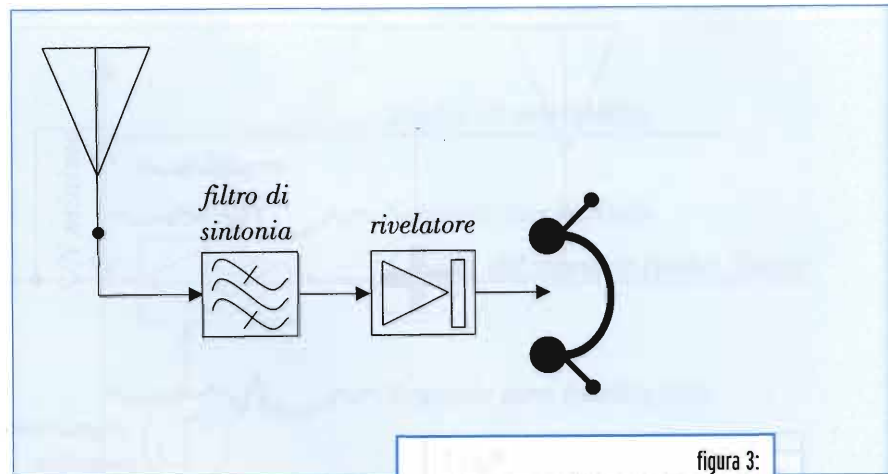

figura 3:
- ricevitori a rivelazione diretta (figura 3), nei quali la radio-frequenza viene filtrata e quindi rivelata, con o senza l'interposizione di un'amplificazione intermedia; di solito sono molto semplici, ma salvo casi particolari non consentono di ottenere prestazioni elevate; a questa categoria appartiene la tradizionale "radio a galena", primo approccio di moltissimi principianti; ancora a questa categoria appartiene lo storico "apparato a coherer per la previsione dei temporali" di Tomaso Calzecchi-Onesti, che fu il primo ricevitore radio della storia;